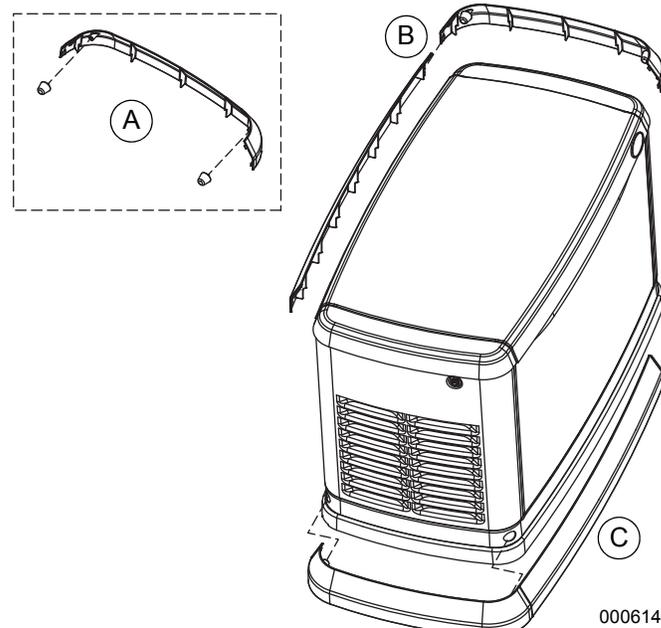

Figure 4-3. Pose de la bordure de socle
- Voir Figure 4-3. Sortir les plots du sachet et les visser dans les trous taraudés des pièces d'extrémité opposées (A) de la bordure de socle (deux dans chacune).